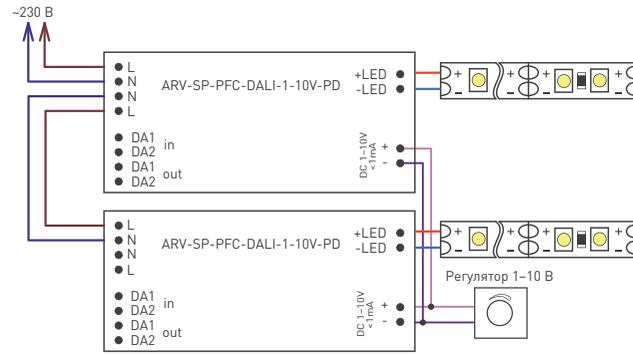

Рис. 3. Структурная схема соединения оборудования при использовании управления 0–10 В
- 3.8. Если используется управление 0–10 В, то схема подключения показана на рис. 3. При использовании функции 0–10 В общая длина кабеля, подключенного ко входу управления источника питания, не должна превышать 20 м. Для данного подключения кабель управления должен находиться в удалении от силовых кабелей. Из-за особенности аналогового управления момент включения и минимальный уровень яркости светильника может визуально отличаться для каждого примененного в системе освещения блока.